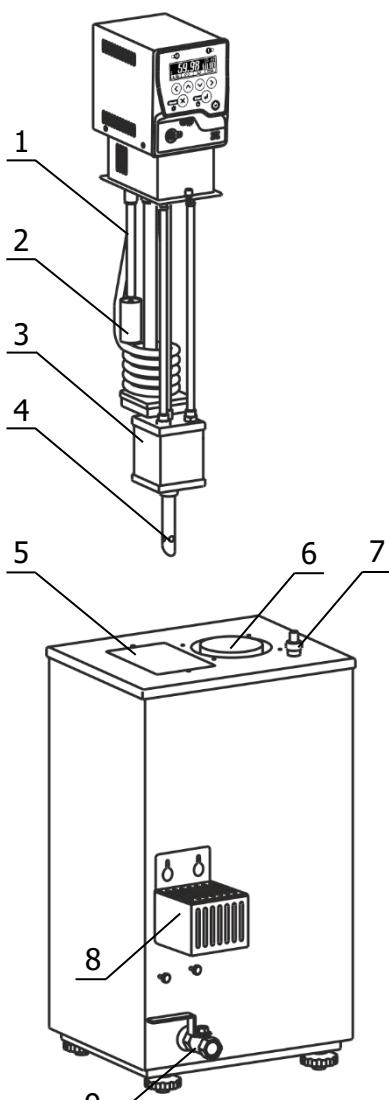

Рисунок 4 — Установка блока регулирования
**2.2.3** Убедиться в том, что поплавок 2 (рисунок 4) свободно перемещается вниз под действием собственного веса при вертикальном положении блока регулирования. Если этого не происходит, устранить возможный зажим штока поплавка смещением свободного конца защитной трубы 1, в которой расположен шток.
**2.2.4** Установить блок регулирования в отверстие 5, при этом выходная трубка 4 (рисунок 4) должна войти в муфту 5 (рисунок 3) на дне основной ванны. После установки закрепить блок регулирования на ванне винтовыми фиксаторами.
**2.2.5** Защитный кожух 8 (рисунок 4) установить на сливной кран 9, убедившись, что кран закрыт.
Причина отсутствия перелива — неправильная работа насоса, вызванная воздушной пробкой, образовавшейся в резервуаре 3 (рисунок 4). Для ее устранения необходимо:
2.4.2 Снять защитный кожух 8 (рисунок 4), прикрутить сливную трубку из комплекта поставки к сливному крану 9. Свободный конец трубы опустить в емкость для сбора теплоносителя объемом, превышающим объем термостата.